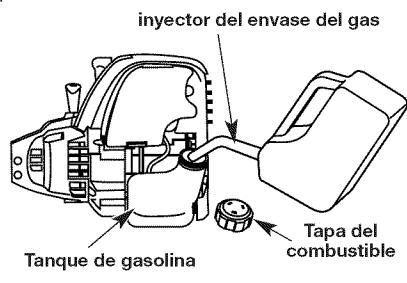

Fig. 8
- Saque la tapa de la gasolina (Fig. 8).
- Coloque el pico del recipiente de gasolina en el orificio de llenado del tanque de gasolina (Fig. 8) y llene el tanque.